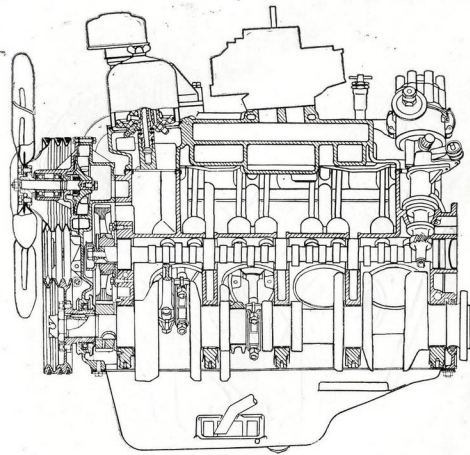

Рис. 12. Продольный разрез двигателя.
* На автомобиле установлен V-образный восьмицилиндровый двигатель с верхним расположением клапанов (рис. 12 и 13). Блок цилиндров, головки цилиндров и поршни изготовлены из алюминия.